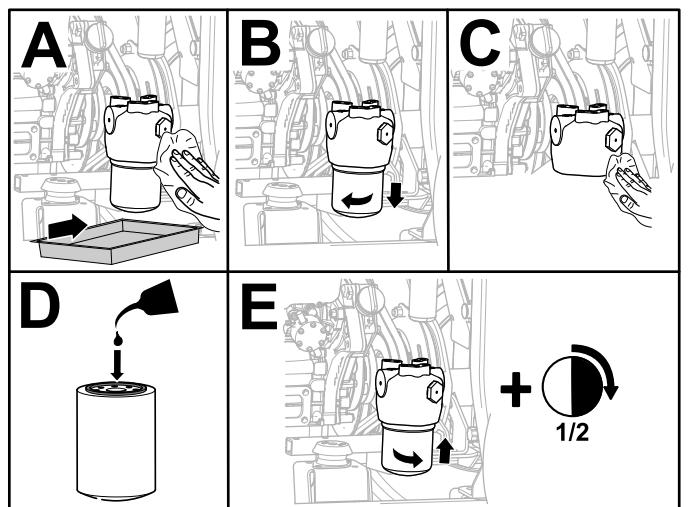

Figure 102
- Remplacez le filtre hydraulique comme montré à la Figure 102.